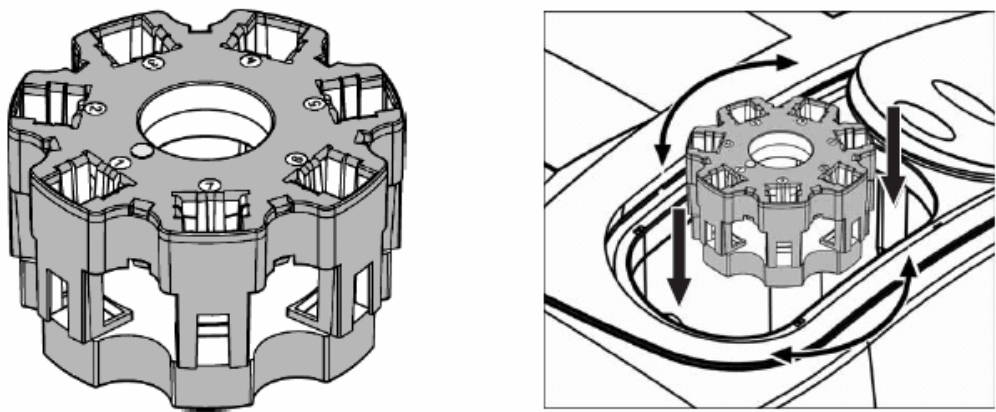

图8 比色皿组件的安装
- 2. 将carousel比色皿组件放在样品池底部可旋转的附件上。（图8）. Carousel组件底部的金色圆点应当与可旋转附件上的金色圆点对应。在组件上部可以看到1~7的编号。